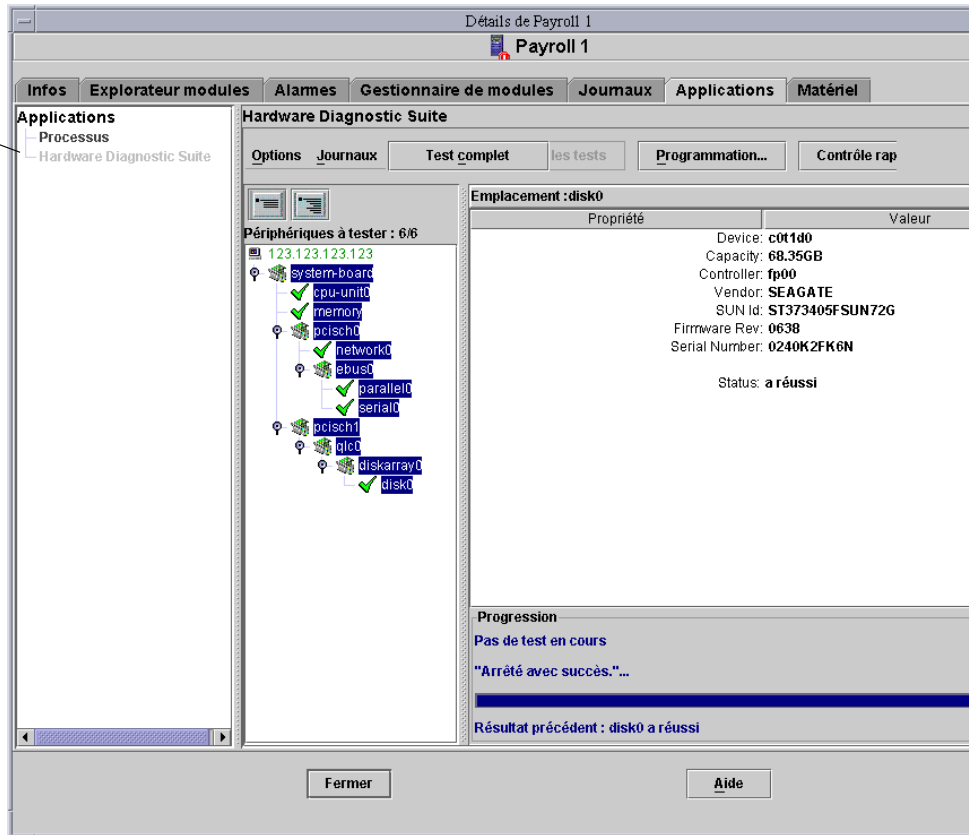

FIGURE 3-4 La fenêtre de la console de Hardware Diagnostic Suite
4. Cliquez sur l'option Hardware Diagnostic Suite dans la liste des applications du panneau de gauche (voir FIGURE 3-4).